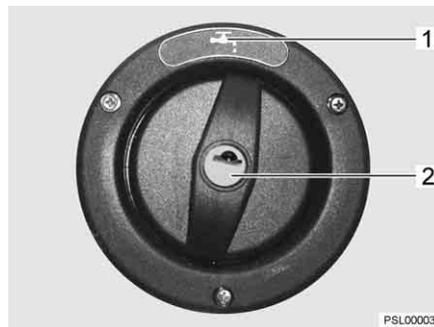

Fig. 68 Tapa de cierre para el tubo de llenado de agua potable
- ▶ El tubo de llenado de agua potable está identificado con el símbolo "🚰" (Fig. 68,1).
- Introducir la llave en el cilindro de cierre (Fig. 68,2) y girar en sentido contrario a las agujas del reloj.